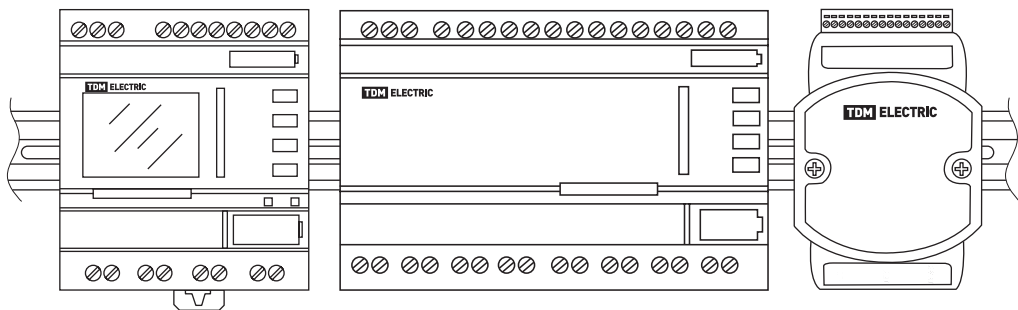

Рисунок 11. Монтаж на DIN-рейку
- установить ПЛК на DIN-рейку (см. рисунок 11) или монтажную панель (см. рисунок 12).